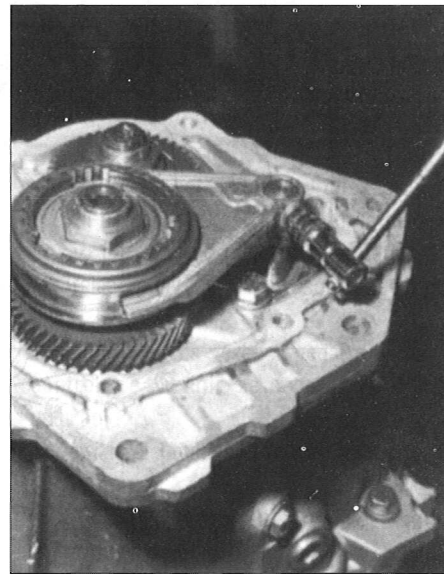

Fig. 41
- Desmontar o parafuso da forquilha da 5.^a (Fig. 41)